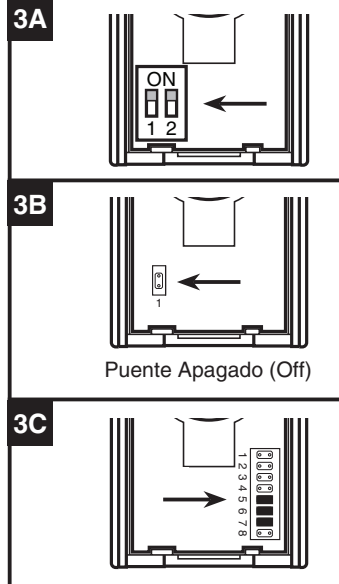

Figura 6
3. Verifique y determine qué tipo de botón pulsador se conectará a la campanilla (vea la Figura 6).